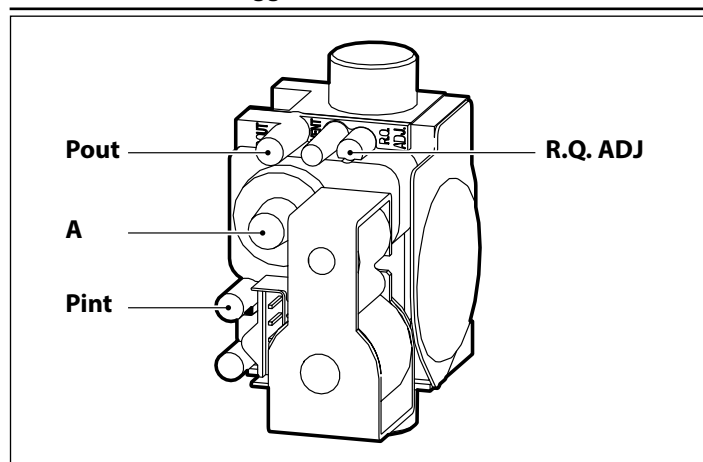
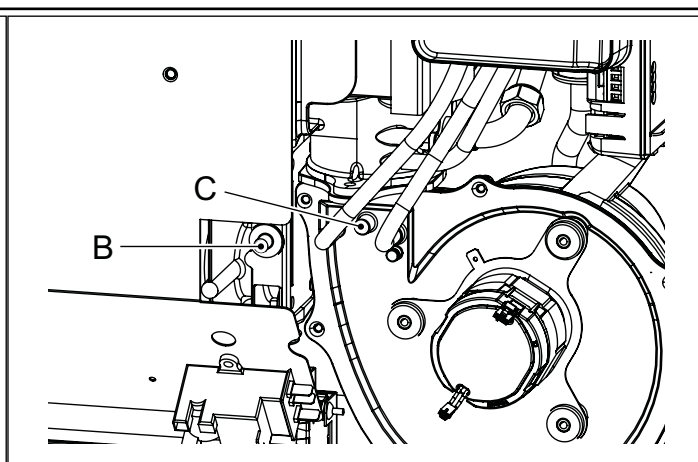

Fig. 33
Fig. 34
- Con apparecchio funzionante a potenza minima, collegare il positivo del manometro alla presa di pressione **Pint** della valvola (Fig. 33) ed il negativo alla presa di pressione **C** sulla coclea del ventilatore (Fig. 34), dopo aver svitato i tappi di chiusura. Verificare il valore della pressione tra i due punti.
- Se necessario, effettuare la regolazione dell'off-set agendo sulla vite A (Fig. 33) dopo aver svitato la vite di chiusura.
Collegarsi all'apposita presa a bordo macchina dopo avere smontato il tappo in ottone **B**; verificare che la CO₂ misurata corrisponda ai valori riportati nella tabella dei dati tecnici o sulla targhetta applicata alla lamiera anti-irraggiamento. Se necessario, regolare la CO₂ agendo sulla vite **A** con apparecchio al minimo e sulla vite **R.Q. ADJ** con apparecchio al massimo (Fig. 33).